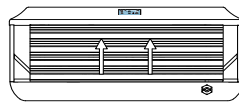

Figure 3
2. Saisissez le bas du panneau avant et soulevez légèrement pour le dégager du support supérieur. Inclinez le panneau et tirez vers le bas pour le retirer, Figure 3. Placez le panneau dans un endroit sûr pour éviter de l'endommager.